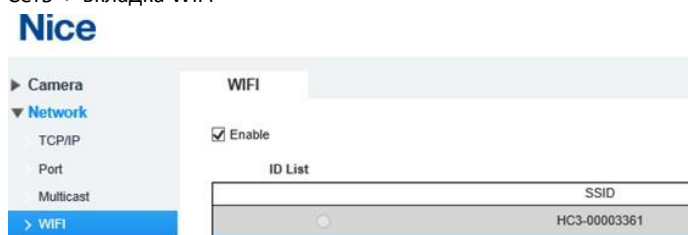

Рис. 2-4 Включение WiFi
2. Выберите устройства, IP-адреса которых вы хотите изменить, а затем нажмите кнопку «Изменить IP». Появится интерфейс изменения IP-адреса. См. рис. 2-4.